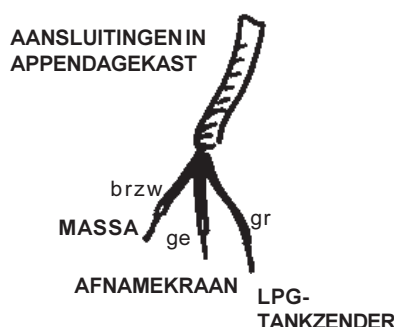

fig. 15.
16. Appendagekast. De 3-aderige kabelbundel met groene, gele en de bruin/zwarte draad met de afnameleiding mee naar de appendagekast leggen en aansluiten op de afnamekraan (geel), de tankzender (groen) en massa (bruin/zwart). Zie fig.15.